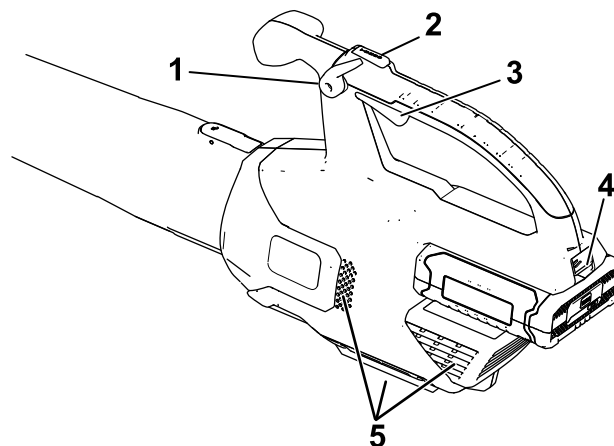

Figura 4
2. Para arrancar el soplador, apriete el gatillo de velocidad variable (Figura 4).
**Nota:** Active el bloqueo de velocidad para mantener la máquina encendida sin tener que apretar el gatillo de velocidad variable (Figura 4).
Para aumentar la velocidad del soplador, mantenga presionado el botón de potencia turbo durante el tiempo deseado (Figura 4).
Para parar el soplador, desactive el seguro de velocidad (si lo está usando) y libere el gatillo de velocidad variable (Figura 4).